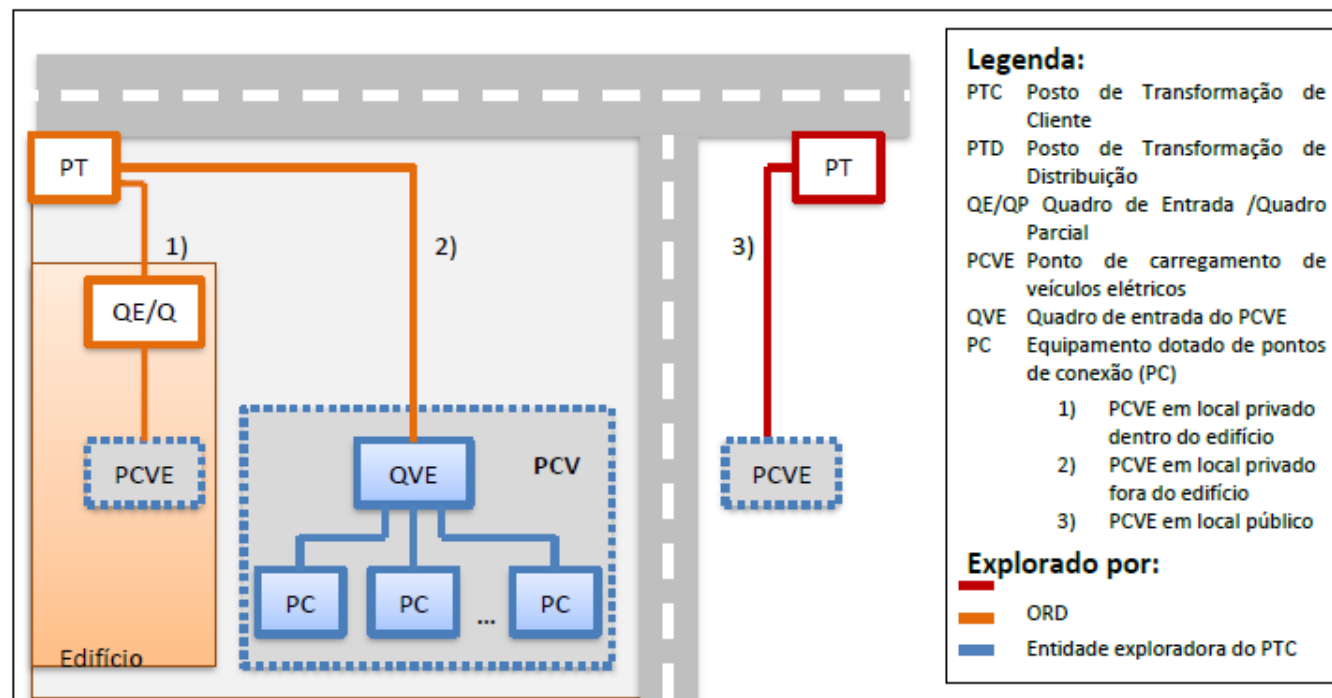

Figura 1 – Exemplos da alimentação de energia elétrica do PCVE, quando ligado à rede da mobilidade elétrica.
- Quando o PCVE, estiver em local privado dentro de um edifício, pode ser alimentado a partir do quadro de entrada do edifício (QE) ou de um quadro parcial (QP) (ver exemplo 1) da Figura 1);
- Quando o PCVE, estiver em local privado fora de um edifício, pode ser alimentado a partir do QGBT do PT particular (ver exemplo 2) da Figura 1);
- Quando o PCVE, estiver em local público, pode ser alimentado nos termos do Regulamento da Rede de Distribuição (RRD) (em BT a partir de um PT público, ver exemplo 3) da Figura 1);